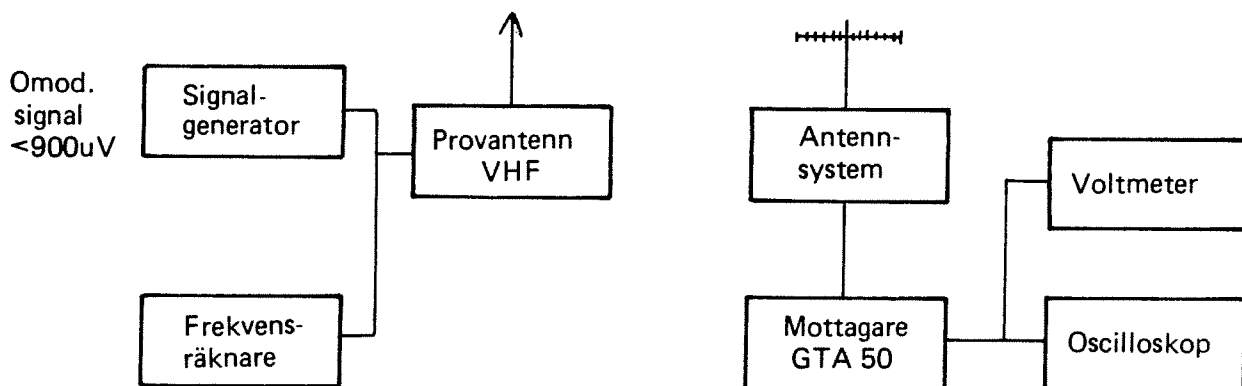

Bild 8
- Koppla upp enligt bild 8, men anslut nu signalgeneratoren till provantenn UHF.